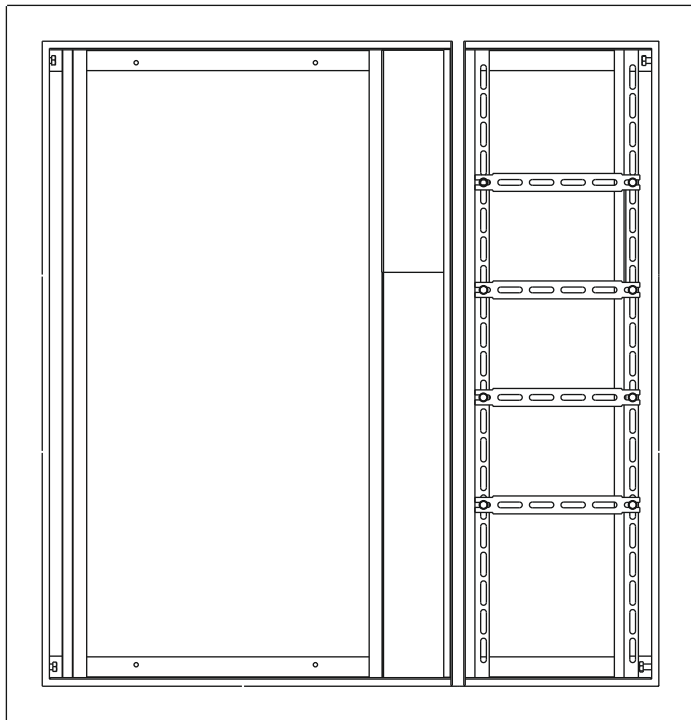

Рисунок 9
3.1 Закрепите Планки короткие на оцинкованных Z-профилях в низковольтном отсеке корпуса Щита этажного с помощью болтов М6х14 и гаек фланцевых М6 (рисунок 9). Болтовое соединение согласно приложению 1.